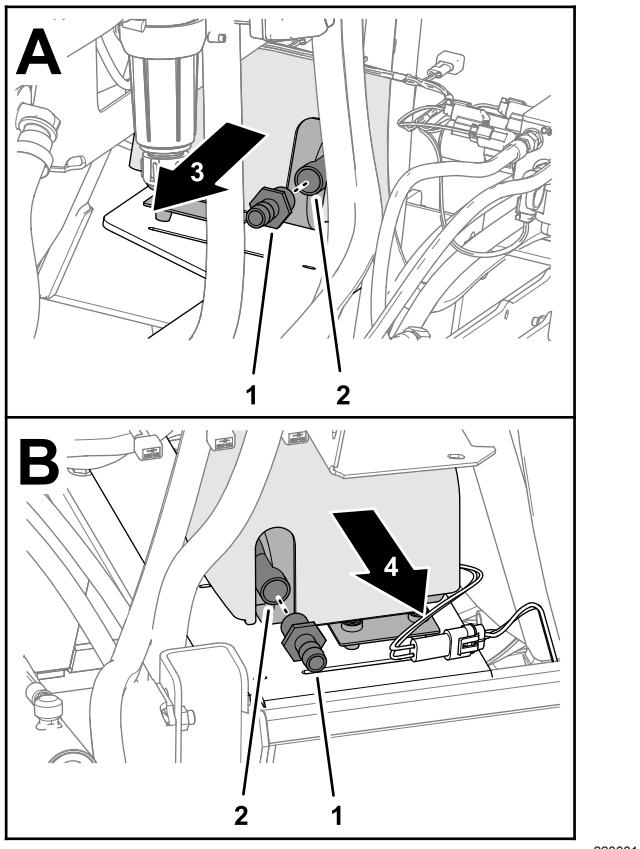

Figura 28
2. Montate i 2 raccordi diritti dentellati nei 2 fori della pompa del serbatoio di lavaggio (Figura 28).